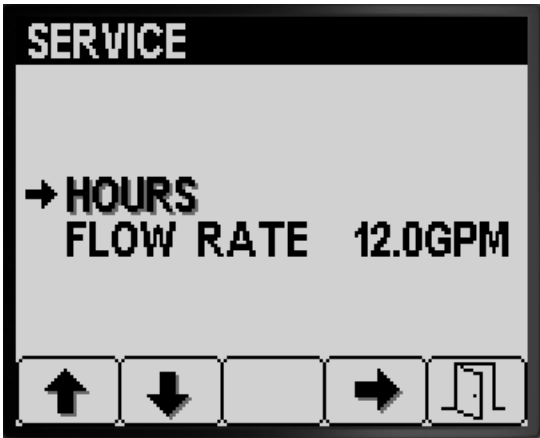

Figura 80
- 1. Premete il pulsante 1 o 2 sulla schermata Servizio fino a raggiungere l'opzione HOURS (Figura 80).
- 2. Premete il pulsante 4 per selezionare la voce Hours (Figura 80).